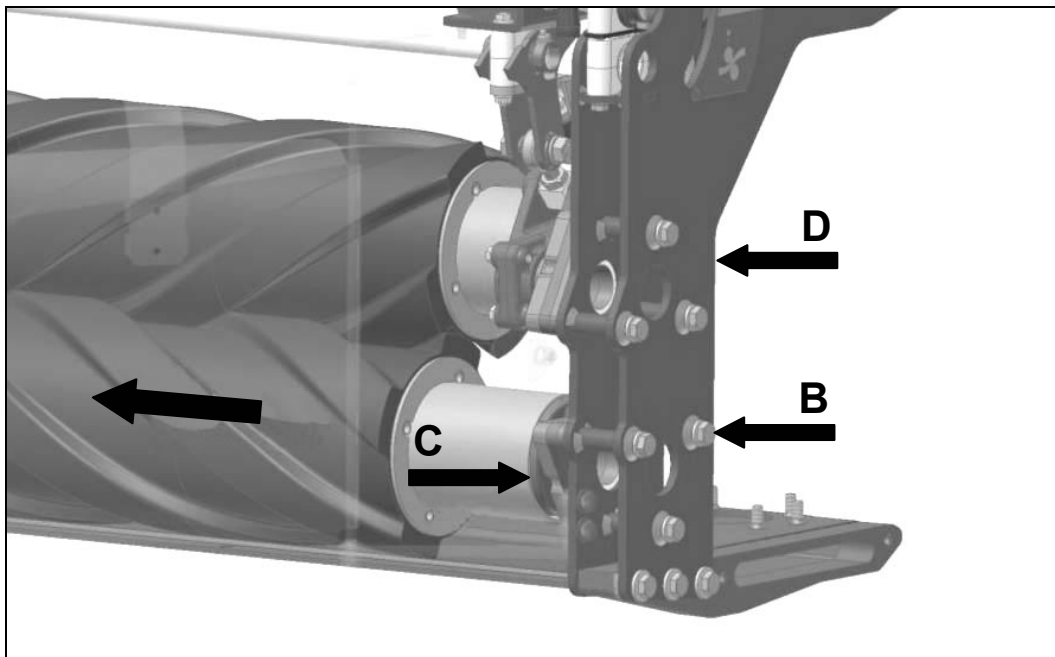

fig.24
- Allentare e sfilare le 3 viti **B** del rullo da smontare (fig.24).
- Spingere il rullo verso il supporto di comando per sfilare il supporto **C** (fig.24) dalla sua sede nel montante **D**.
- Slacken and remove the 3 screws **B** of the roller to be dismantled (fig.24).
- Push the roller towards the control support to remove support **C** (fig.24) from its housing in post **D**.
- Desserrer et enlever les 3 vis **B** du rouleau à démonter (fig.24).
- Pousser le rouleau vers le support de commande pour enlever le support **C** (fig.24) de son poste dans le montant **D**.
- Aflojar y sacar los 3 tornillos **B** del rodillo que se va a desmontar (fig.24).
- Empujar el rodillo hacia el soporte de mando para sacar el soporte **C** (fig.24) de su sitio en el montante **D**.
- Die 3 Schrauben **B** der Rolle, die entfernt werden soll (Abb.24), losdrehen und herausnehmen.
- Die Rolle gegen die Halterung der Steuerung drücken, um die Halterung **C** (Abb.24) aus seiner Aufnahme im Träger **D** herausziehen zu können.